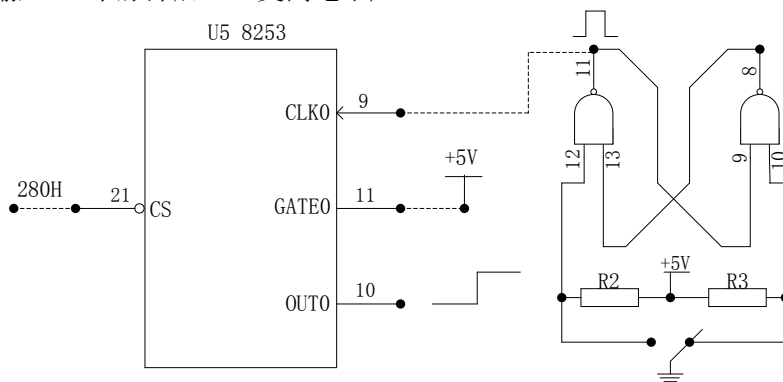

图4-8-1
- 1、按图4-8-1虚线连接电路，将计数器0设置为方式0，计数器初值为N($N \leq 0FH$)，用手动逐个输入单脉冲，编程使计数值在屏幕上显示，并同时用逻辑笔观察OUT0电平变化(当输入N+1个脉冲后OUT0变高电平)。